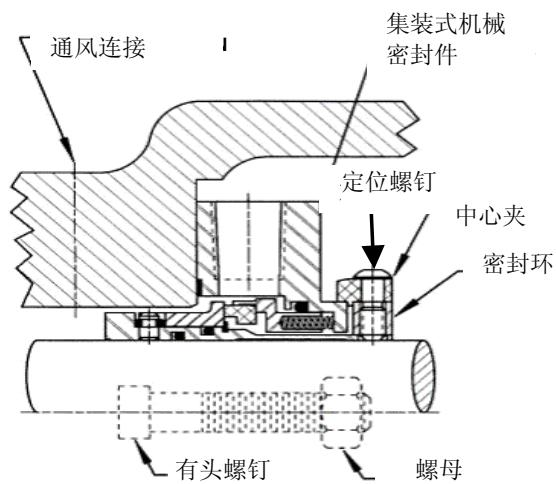

图 7
1. 集装式机械密封（图 7）
2. (参见第 7 页, 图 7) 松开密封环上的定位螺钉, 从轴上卸下集装式机械密封件。